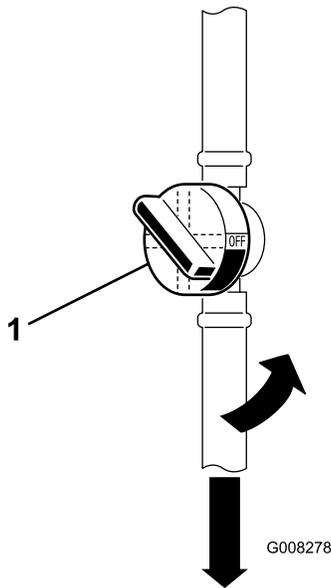

Figure 30
6. Fermez le robinet d'arrivée de carburant (Figure 30).
7. Pincez les extrémités des colliers et faites glisser ceux-ci pour les éloigner du filtre usagé (Figure 30).